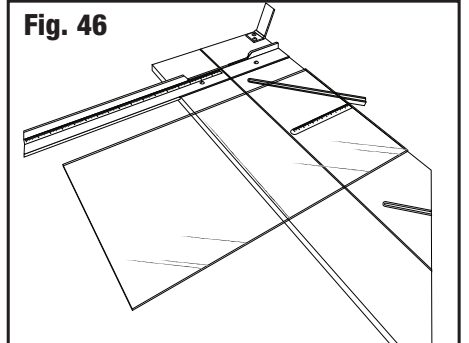

Fig. 47
9. Appuyez sur la partie extérieure du verre pour la détacher (**Fig. 47**).